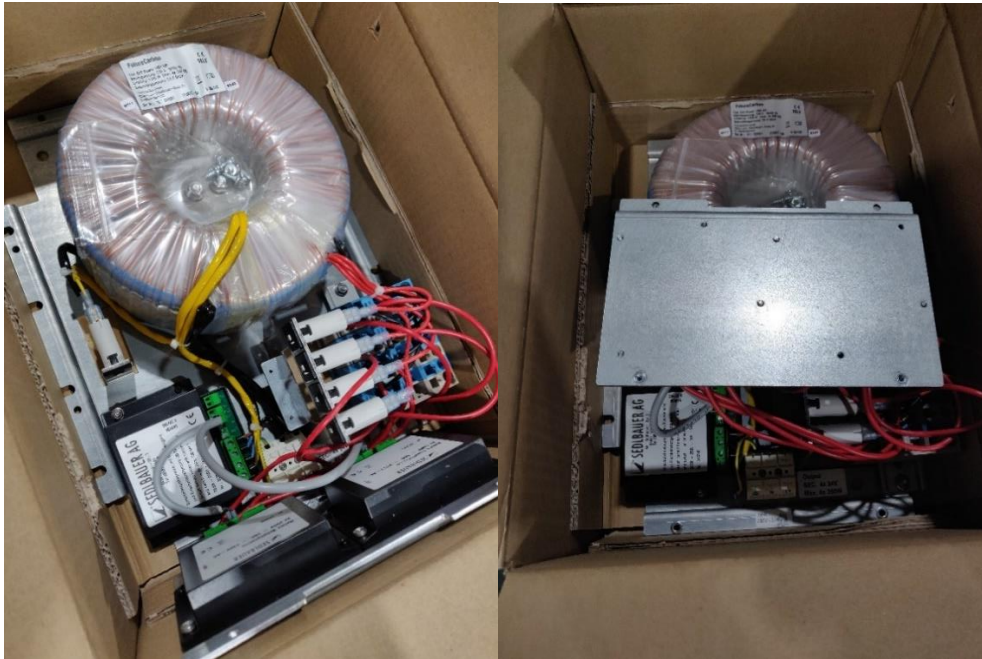

Abbildung 2: Links: Netzteil mit Erweiterungsplatine im Transportzustand. Rechts: Erweiterungsplatine auf Netzteil gelegt zur Entnahme aus Karton
- Entnehmen Sie das Gerät aus dem Karton. Achten Sie dabei darauf, dass die Verbindungskabel zwischen Erweiterungsplatine und Netzteil nicht herausgezogen werden indem sie die Erweiterungsplatine beim Entnehmen gerade auf das Netzteil legen. Beachten Sie dazu Abbildung 2!